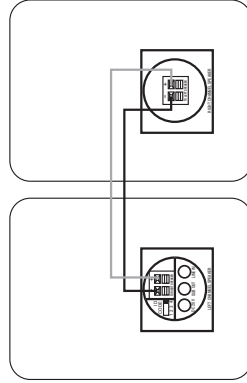

Figura 3.
Ve a la Figura 3. Observe que el cable de altavoz suministrado dispone de indicadores de polaridad para ayudar a distinguir los dos conductores. Utilice estos indicadores para asegurarse de conectar el terminal positivo (+) de un altavoz con el terminal positivo (+) del otro, así como el terminal negativo (-) con el negativo (-) del otro. No importa el conductor elegido para interconectar entre sí los terminales positivos (+) o negativos (-).
Paso 3. Conecte el cable de altavoz (incluido) entre los terminales de presión del altavoz activo (6) y los terminales de presión de la parte trasera del altavoz pasivo (10), tal como muestra la Figura 3. Observe que el cable de altavoz suministrado dispone de indicadores de polaridad para ayudar a distinguir los dos conductores. Utilice estos indicadores para asegurarse de conectar el terminal positivo (+) de un altavoz con el terminal positivo (+) del otro, así como el terminal negativo (-) con el negativo (-) del otro. No importa el conductor elegido para interconectar entre sí los terminales positivos (+) o negativos (-).
Paso 4. Conecte el módulo transmisor (12) y el altavoz activo (7) en una toma de corriente, utilizando el alimentador y cable de corriente adecuados. Asegúrese de que la antena del transmisor (11) está extendida verticalmente.
Paso 5. Asegúrese de que el código ID del transmisor (15) coincide con el código ajustado en el altavoz activo (5). Consulte la página 8 de este manual si desea más información acerca de los códigos ID. Si es necesario, configure su receptor para activar y ajustar el nivel de las salidas preamplificadas de los canales principales/frontales (consulte el manual de su dispositivo fuente para instrucciones más
Paso 3. Conecte el cable de altavoz (incluido) entre los terminales de presión del altavoz activo 6 y los terminales de presión de la parte trasera del altavoz pasivo 10, tal como muestra la Figura 3. Observe que el cable de altavoz suministrado dispone de indicadores de polaridad para ayudar a distinguir los dos conductores. Utilice estos indicadores para asegurarse de conectar el terminal positivo (+) de una altavoz con el terminal positivo (+) del otro, así como el terminal negativo (-) con el negativo (-) del otro. No importa el conductor elegido para interconectar entre sí los terminales positivos (+) o negativos(-).